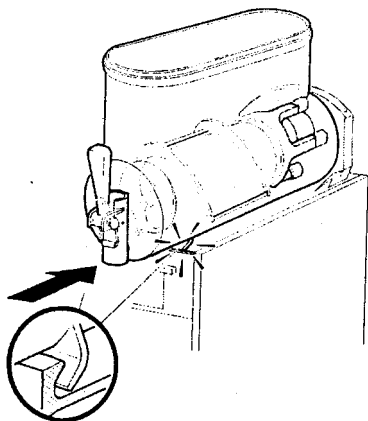

рис.17
- 7-Установите чашу, проталкивая ее к задней стенке до тех пор, пока она плотно не установится на прокладке и передних крепежных крюках (см. рис. 17)